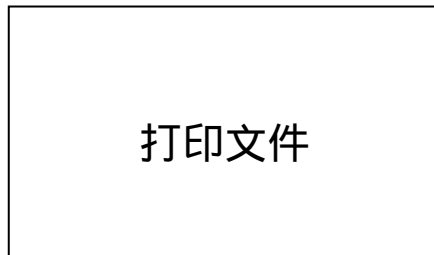

图 41
j. 按←键确认打印当前文件，打印完成有蜂鸣声提示，显示返回菜单状态，打印信息显示如图 41：